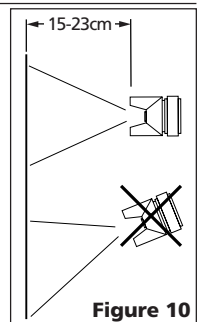

Figure 10
1. Commencer à pulvériser. Toujours garder le pistolet à angles droit par rapport à l'objet de travail (Voir Figure 10).